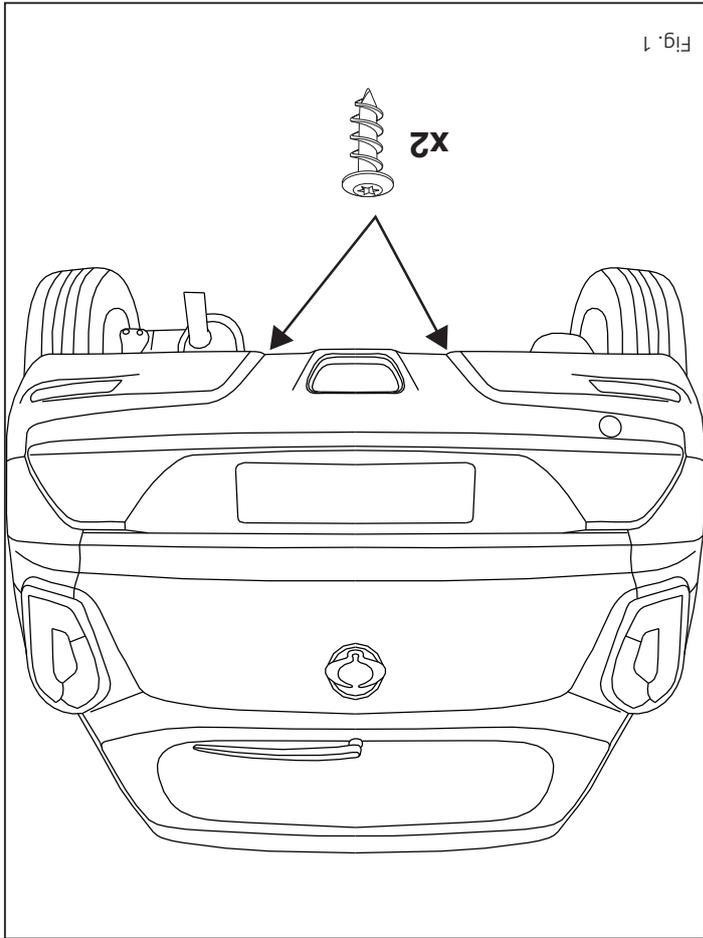

Fig. 1
4. Remove the screws as shown in figure 1.
4. Die Schrauben gemäß Abbildung 1 entfernen.